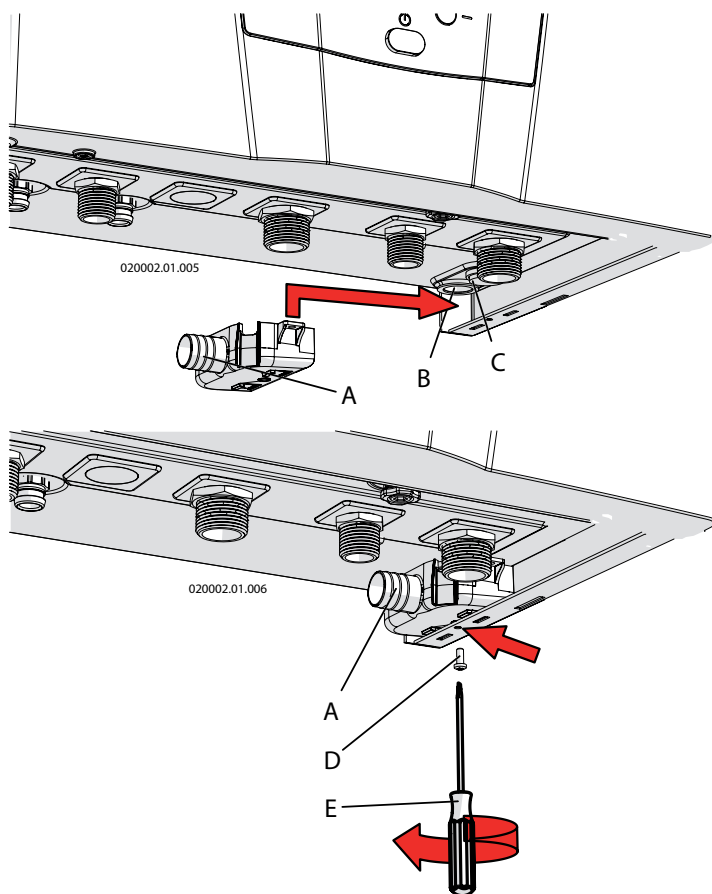
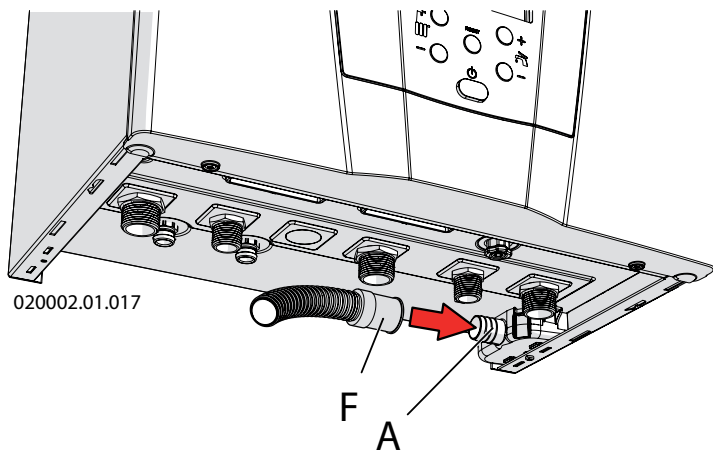
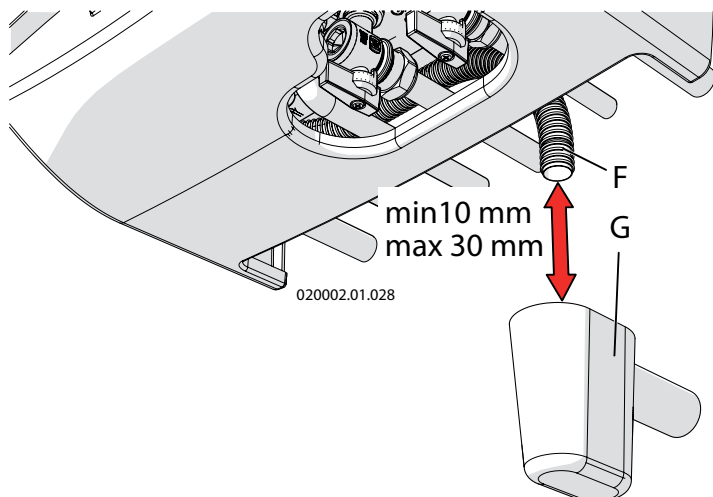

Figura 5-4 - Collegamento scarico valvola di sicurezza e scarico condensa
Figura 5-5 - Tubo di scarico condensa
Figura 5-7 - Imbuto sifonato (a richiesta)
La caldaia è predisposta all'interno di un sifone per l'evacuazione dei condensati (vedere figura 3-2 particolare "49") e per prevenire la fuoriuscita dei prodotti della combustione, la cui terminazione corrisponde al condotto "B" di cui alla figura 5-4. Tale terminazione deve essere convogliata in un ulteriore sifone antiodori (figura 5-7 particolare "G") in modo da prevenire il ritorno di cattivi odori in ambiente (il sifone antiodori "G" è fornito su richiesta).
La vaschetta "A" è fornita già montata come indicato in figura 5-4 e fissata con la vite "D", il tubo di scarico "F" è anch'esso installato come indicato in figura 5-5.
- ☞ per locale ad uso abitativo e per locale ad uso ufficio con un numero di utenti superiore a 10, può essere collegato all'impianto di smaltimento reflui domestici a mezzo di opportuno sifone con disgiunzione atta a prevenire la pressurizzazione del sistema (sifone predisposto all'interno della caldaia) e a prevenire il ritorno di cattivi odori dalla fogna (particolare "G" di figura 5-7). Se il locale ad uso ufficio ha un numero di utenti inferiore a 10, prima del collegamento con lo scarico dei reflui domestici è opportuno un neutralizzatore di condense (vedere il capitolo 9 per il valore di acidità delle condense e per la quantità).
Lo scarico della valvola di sicurezza (particolare "C" di figura 5-4), insieme allo scarico condensa (particolare "B" di figura 5-4) deve essere convogliato ad un tubo "F" (vedi figura 5-5) di diametro interno minimo di 13 mm; il tubo "F" deve poi essere portato al sifone antiodori (particolare "G" figura 5-7). Tale scarico con sifone è atto ad evitare sovrappressioni in caso di apertura della valvola e da modo all'utente di verificarne l'eventuale intervento.
Il tubo "F" di figura 5-5 è fornito di serie insieme alla vaschetta "A" di figura 5-4. Il sifone antiodori "G" di figura 5-7 è fornito su richiesta.